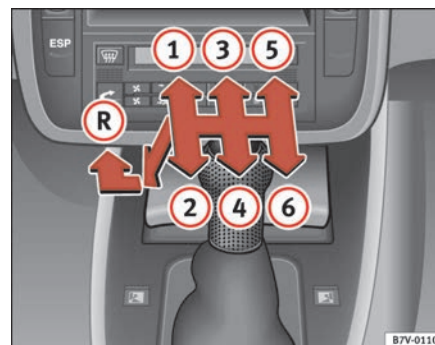

Fig. 126 Palanca selectora con el esquema de cambio
- Coloque la palanca ⇒ **página 174, fig. 126** en la posición del medio (punto muerto).